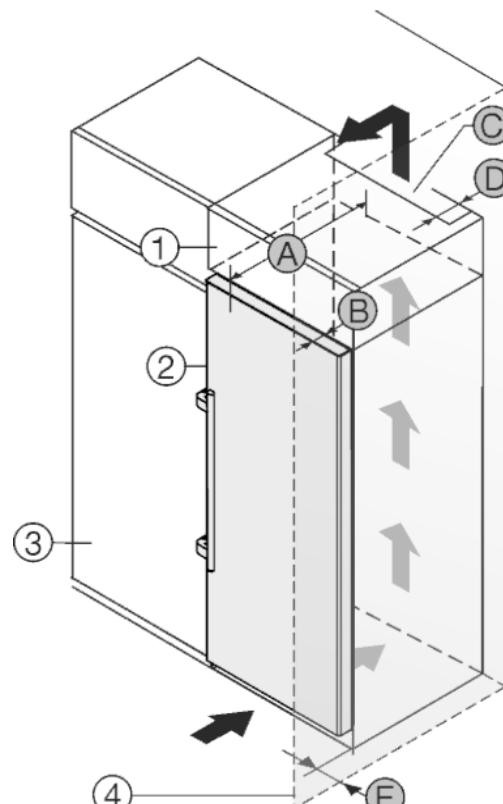

Fig. 22
Пристрій можна комбінувати з кухонними шафами. Для того, щоб пристрій Fig. 22 (2) вирівняти по висоті кухонної секції, на пристрій можна встановити антресольну секцію Fig. 22 (1).
Пристрій можна встановлювати безпосередньо поряд з кухонною шафою Fig. 22 (3). Для повного відкриття дверей пристрій повинен виступати на глибину Fig. 22 (B) відносно передньої панелі кухонної шафи. Залежно від глибини кухонних шаф та використання пристінних розпірок пристрій можна встановити так, щоб він виступав вперед.
- Задня сторона антресольної шафи повинна мати вентиляційний канал глибиною Fig. 22 (D) вздовж всієї ширини шафи.
- Під стелею приміщення слід дотримуватися поперечного перерізу вентиляційного відведення повітря Fig. 22 (C).
Якщо пристрій з шарнірами встановлюється поряд зі стінкою Fig. 22 (4), то між пристроєм та стінкою слід додержуватися відстані Fig. 22 (E). Це відповідає виступу ручки при відкритих дверцях.